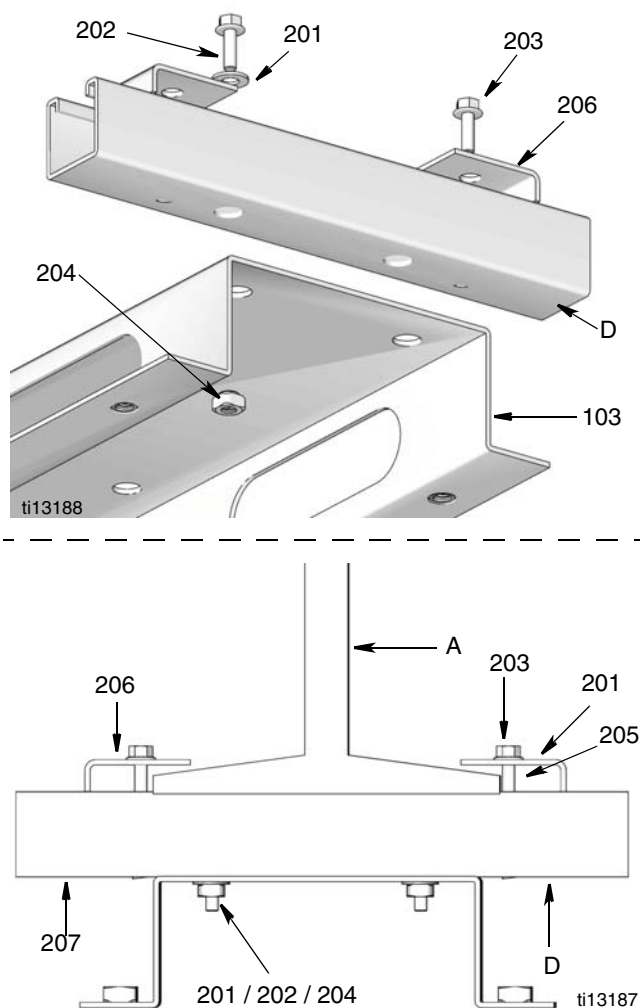

Рис. 9
1. Надежно прикрепите монтажные кронштейны (D) к каналу. Воспользуйтесь двумя монтажными кронштейнами для каналов, рассчитанным на 1–3 барабана (103). (Воспользуйтесь 3 кронштейнами для каналов, рассчитанных на 4–6 барабанов).
2. Разместите регулируемые зажимы (206) монтажных кронштейнов над двутавровой балкой (А) и надежно закрепите их (Рис. 9).